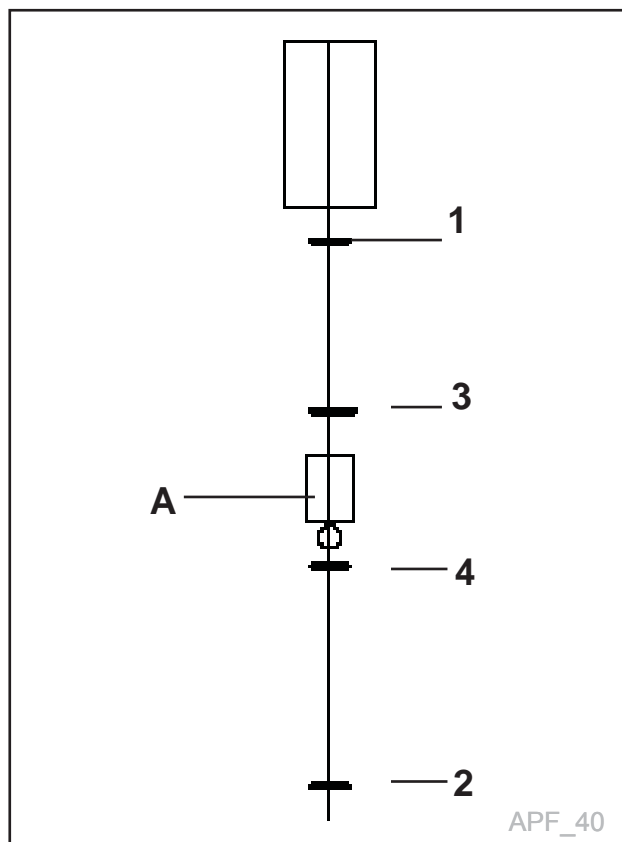

Fig. 55
- **3 en 4** De platen van de nulinstellers moeten in combinatie met het voerluik of krachtvoer worden gemonteerd. **Zie Fig. 55**
De wagen kan als een automatische eenheid fungeren als er allerlei uitrusting op de loopkatten van de wagen wordt gemonteerd **Zie Fig. 55**